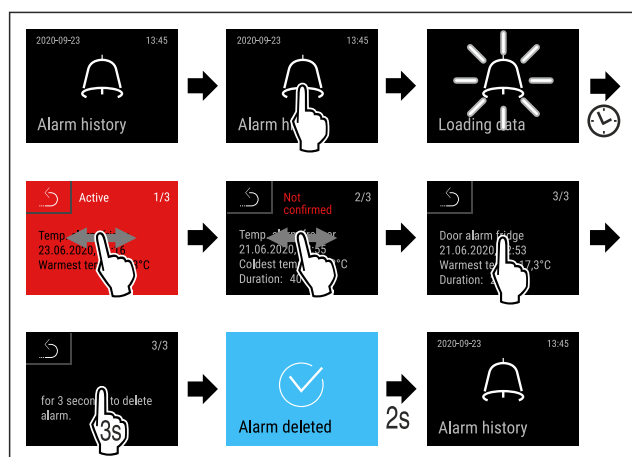

Fig. 165
- ▶ Stappen (zie Fig. 165) uitvoeren.